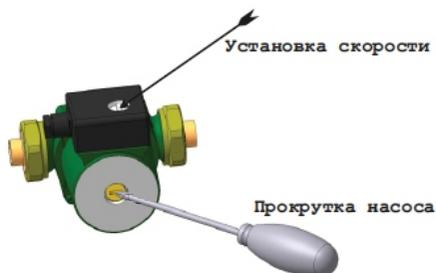

Рис. 24
8.4 В начале отопительного сезона перед запуском прибора необходимо проверить, не заблокирован ли вал циркуляционного насоса отложениями или накипью. Для этого снимите лицевую панель (1) рис.1, предварительно отсоединив блок управления (3), в соответствии с п. 4.3, затем отвинтите защитный колпачок и поверните вал двигателя с помощью отвертки по стрелке (рис.24). Установите защитный колпачок на место. Первый пуск насоса проведите на максимальной скорости. Работа может быть выполнена без привлечения специалиста сервисного центра.